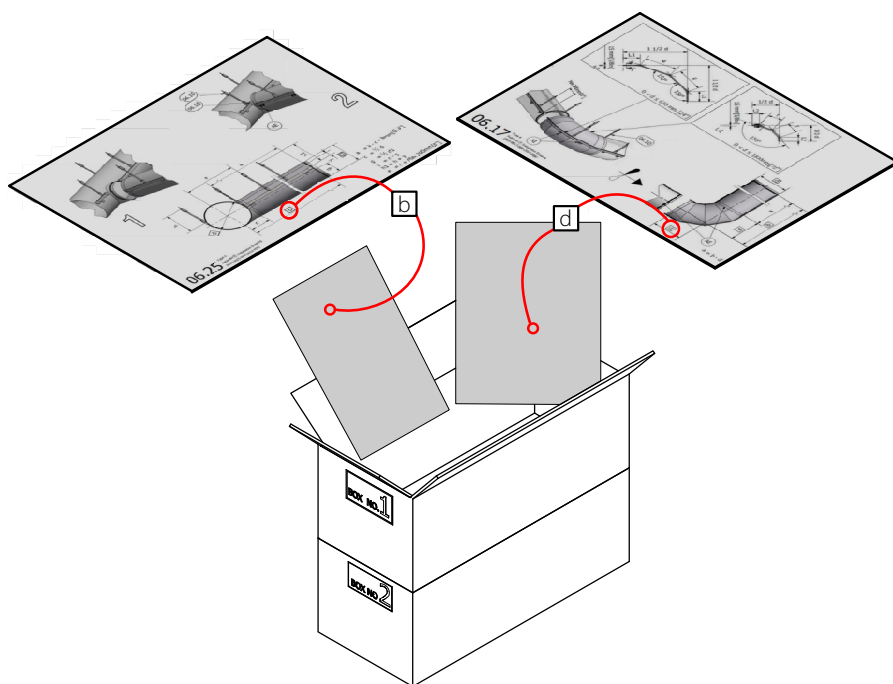

Bild 7. Textilsystem från FabricAir® levereras med projektspecifika ritningar och detaljerad montageanvisning.
- Varje textilsektion är märkt med nummeretikett¹⁾ innehållande viktig information som kanaldimension, materialtyp, tvättanvisning, flödesmodell, leverans-, komponent-id och numrering för korrekt montageordning. Numreringen relaterar även till den bifogade ritningen över systemet (bild 7).